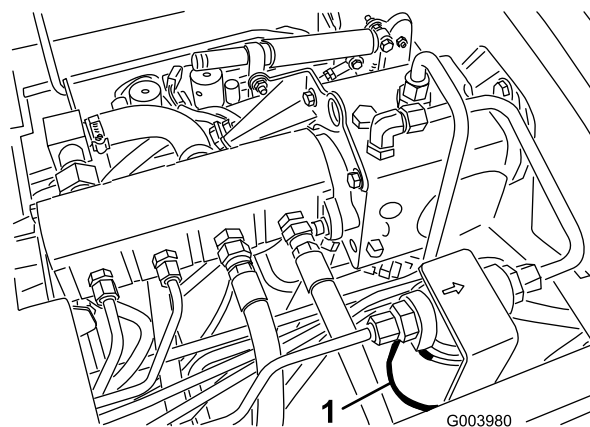
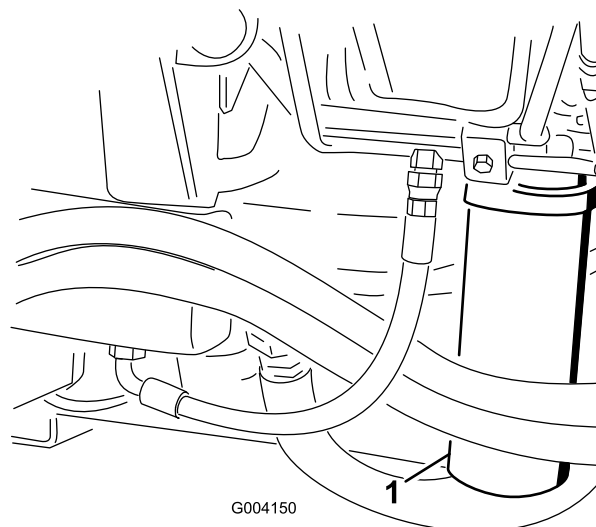

Bild 71
Bild 72
- Reinigen Sie den Bereich um den Filterbefestigungsbereich und stellen eine Auffangwanne unter den Filter (Bild 71 und Bild 72).